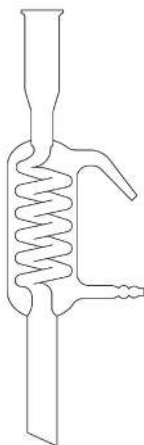

Рис. 83. Холодильник со змеевиковым теплообменником
4. Холодильник со змеевиковым теплообменником (рис. 83). Конструкция состоит из стеклянной трубки-рубашки с впаянным в него теплообменником в форме змеевика. К рубашке подведены два боковых отвода на разной высоте. К змеевику поступают пары из реакционного сосуда через непришлифованные соединения. Холодильник этого типа нельзя использовать в качестве обратного, вследствие затрудненного отвода конденсата, который может быть выброшен из теплообменника, что может привести к несчастному случаю. Материал — стекло боросиликатное, термостойкое, химически стойкое, закаленное. Холодильник со змеевиковым спиральным теплообменником очень эффективен в качестве нисходящего конденсатора для низкокипящих жидкостей. Конструкция устанавливается вертикально.